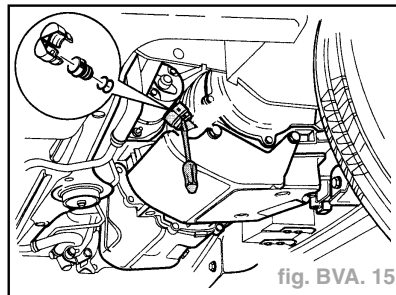

fig. BVA. 15
- Débloquer avec un tournevis le capuchon (flèche) de blocage de l'obturateur. Le crantage du capuchon est alors détruit, celui-ci devant donc toujours être remplacé. (fig. BVA. 15)